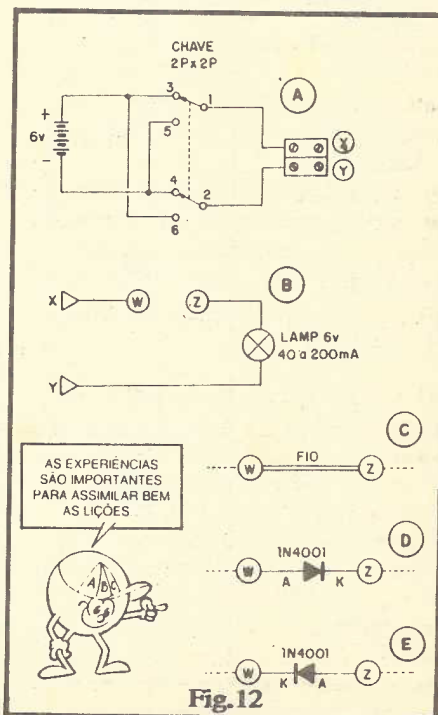

Fig. 12
- FIG. 12 - Diagramas esquemáticos dos diversos módulos das experiências. Detalhando: